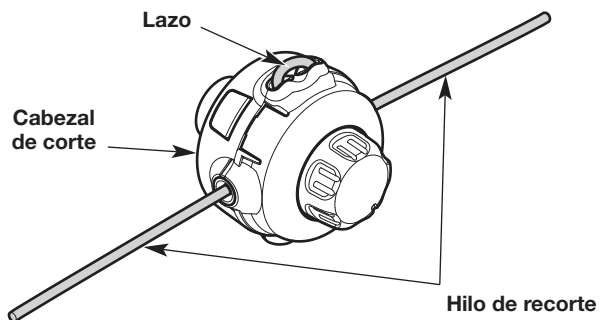

Fig. 33
1. Retire el hilo viejo del cabezal de corte. Empuje un extremo del hilo de recorte dentro del cabezal de corte hasta que sobresalga un lazo de hilo del cabezal. Tire del lazo para extraer el hilo (Fig. 33).
4. Tire de los extremos del hilo hasta que quede tenso contra el cabezal de corte. Asegúrese de que los extremos del hilo sean de igual longitud (Fig. 33). Si un extremo es más largo que el otro, empuje el extremo más largo nuevamente a través del cabezal de corte parcialmente y tire del extremo más corto hacia afuera. De ser necesario, repita el proceso hasta que ambos extremos sean de igual longitud.
5. Presione el lazo expuesto del hilo de recorte hasta que esté ajustado contra el cabezal de corte (Fig. 33).